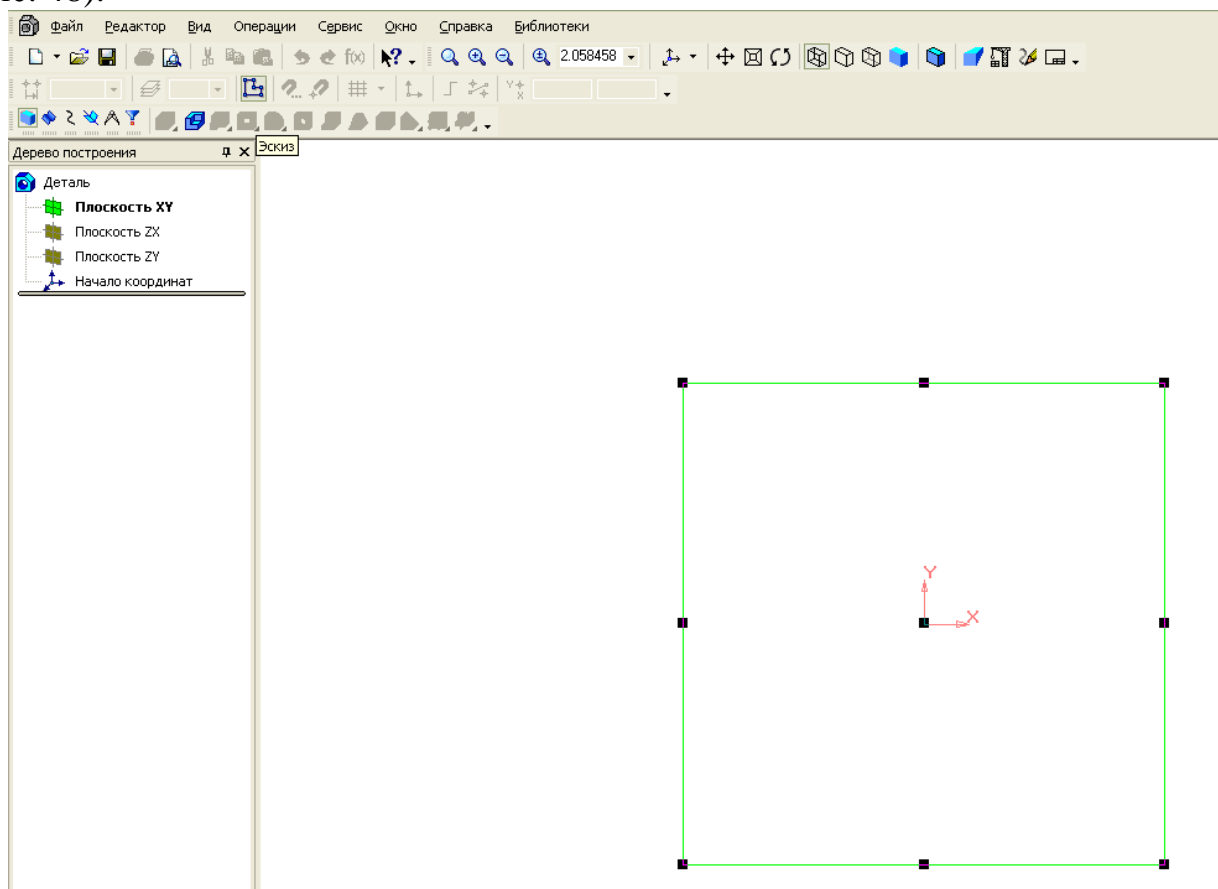

Рис. 48 – Дерево побудови
3.1 Виберіть у дереві побудови «Плоскость XY» → «Эскиз»  (див. рис. 48).